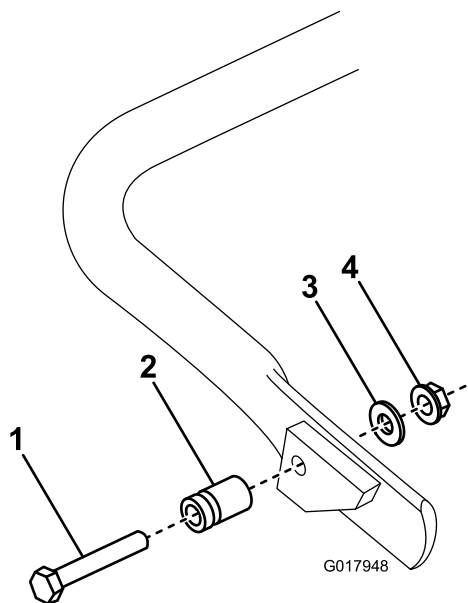

图5
- 仅限型号 04056，使用提供的螺栓、垫圈和凸缘螺母，将弹簧柱螺栓连接到支撑架的右侧（图5）。